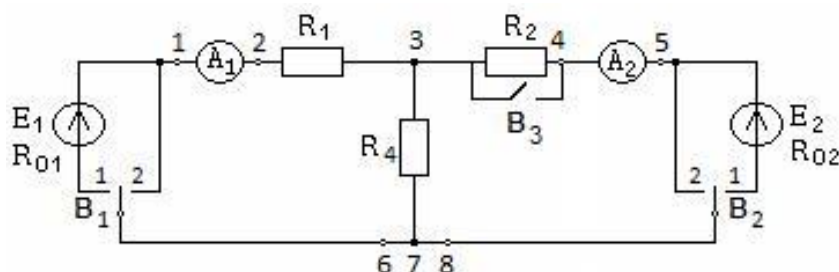

Рис. 1.1
6. Собрать электрическую цепь по схеме рис. 1.1.
1. Для внешнего контура схемы (рис. 1.1), используя результаты табл. 1.3, построить потенциальную диаграмму.
Исключая из схемы (рис. 1.1) посредством тумблеров поочередно источники  $E_2$  2.  $E_1$ , измерить частичные токи через резисторы  $R_1$  и  $R_2$ , обратить внимание на направления токов. Определить токи  $I_1$  и  $I_2$  при действии в цепи обоих источников питания.